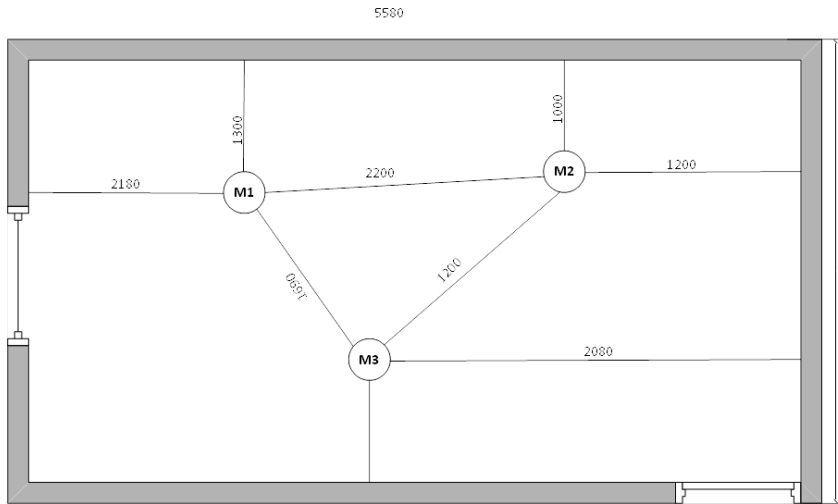

Рисунок 10.
- При каждом положении ударной машины необходимо провести замеры УЗД в трёх положениях микрофона по одному разу. Точки замера должны располагаться на расстоянии как минимум 0.5 м друг от друга и от испытываемой ограждающей конструкции (Рис. 10).